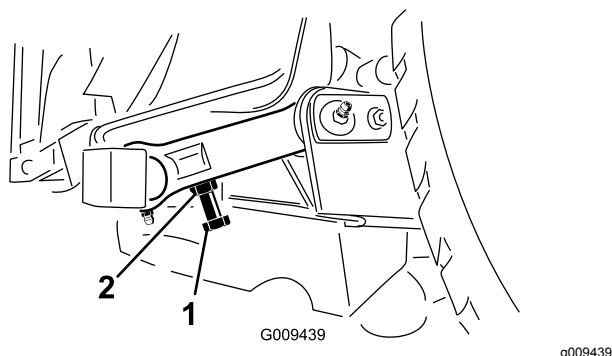

Figura 32
3. Per mettere a punto la distanza dovete accedere al bullone di regolazione, sull'attacco orientabile posteriore dell'apparato di taglio (Figura 32).